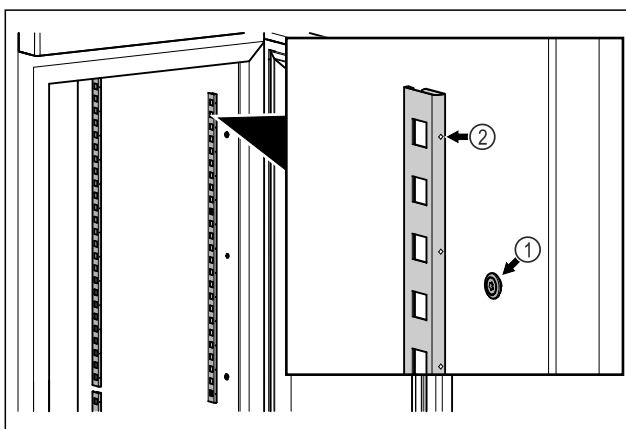

Fig. 83 Ilustratīvs attēlojums
- ▶ Iekabiniet aizturu līstes viru mehānismā Fig. 83 (1). Atzīmei Fig. 83 (2) jābūt vērstai virzienā uz priekšu.